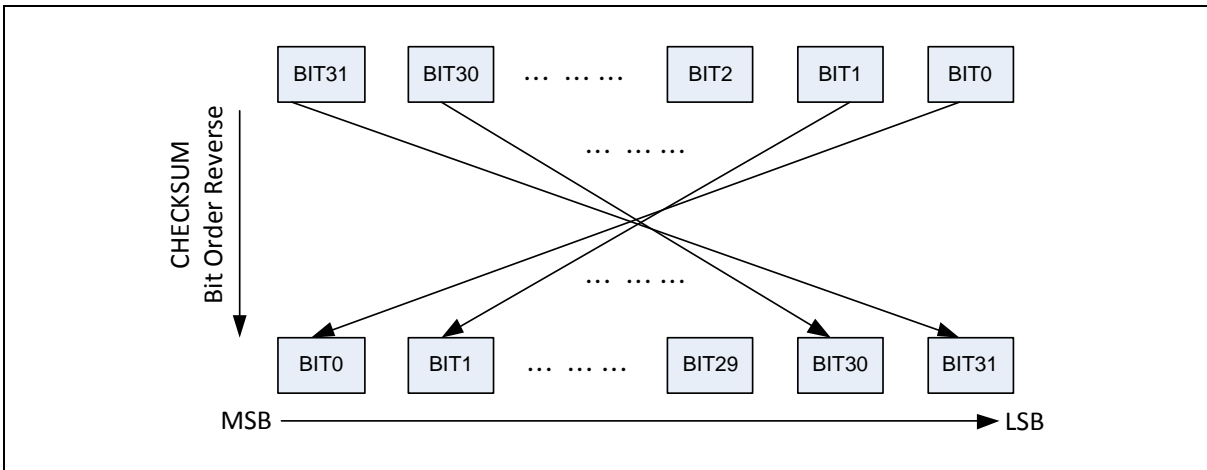

图 6.23-2 校验和位反转功能框图
- 设置CHKSREV (CRC_CTL[25]) 配置CRC校验和位顺序反转，功能框图请参考图 6.23-2 图 6.23-2校验和位反转功能框图